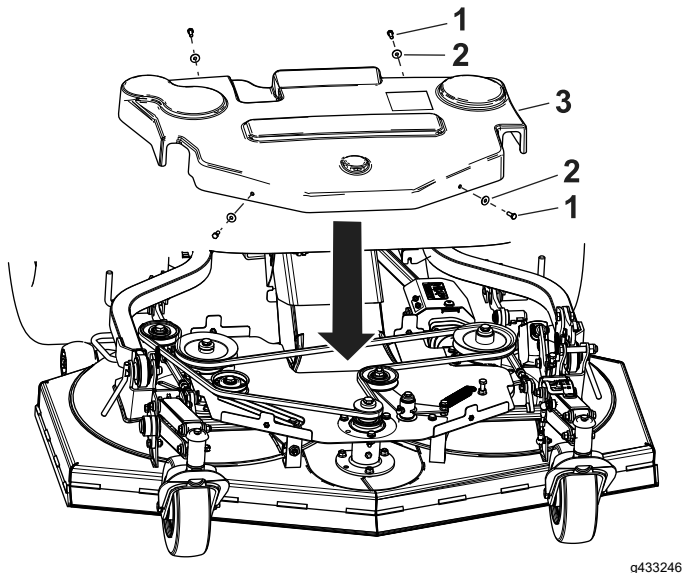

Figura 93
1. Retire los 2 pernos y las arandelas en la parte delantera de la cubierta (Figura 93).
2. Retire los 2 pernos y las arandelas en la parte trasera de la cubierta (Figura 93).
1. Instale la cubierta sobre la correa Figura 93.
2. Instale los 2 pernos y las arandelas en la parte delantera de la cubierta (Figura 93).
3. Instale los 2 pernos y las arandelas en la parte trasera de la cubierta (Figura 93).